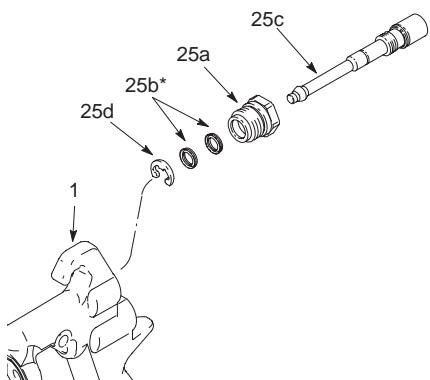

Fig. 25
- Dévisser l'ensemble de soupape de réglage du profil (25). (Voir Figure 25).